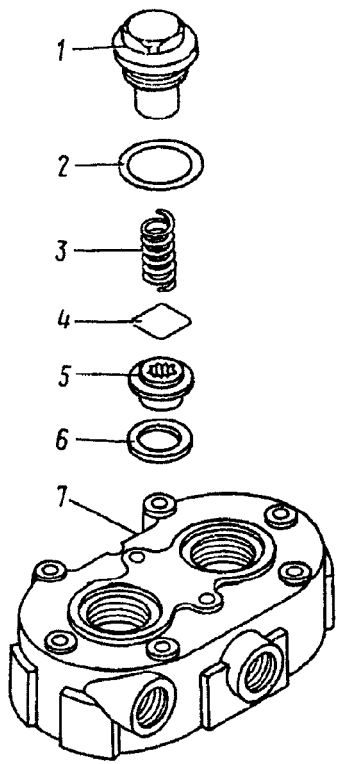

Рис. 285. Головка компрессора:
6. Выверните пробки 1 (рис. 285) нагнетательных клапанов и выньте из головки прокладки 2 пробок, пружины 3 клапанов, нагнетательные клапаны 4, выверните седла 5 клапанов и выньте прокладки 6 седел	Ключ 22 мм, торцовый квадратный ключ 10 мм